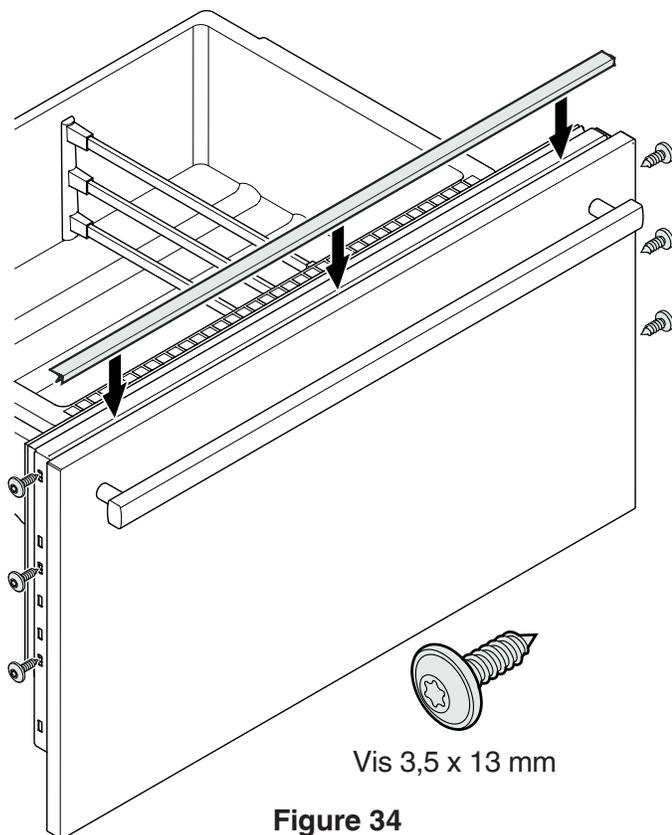

Figure 34
## Montage des panneaux de tiroir du congélateur - Figure 34
1. Retirer le tiroir du congélateur supérieur et y visser le panneau à l'aide de trois vis à gauche et à droite en utilisant les vis comme à la **Figure 34**.